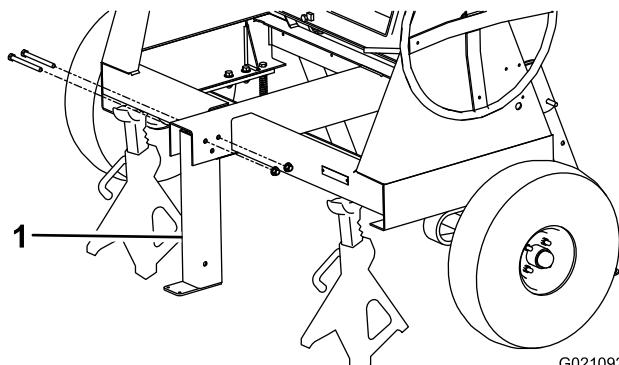

Figura 2
3. Retire los 2 pernos y las tuercas que sujetan la pata estabilizadora delantera al bastidor (Figura 2), y retire la pata estabilizadora delantera.